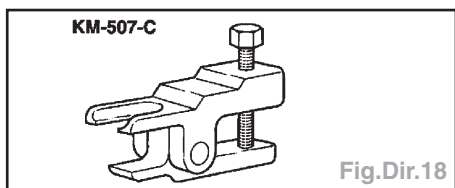

Fig.Dir.18
- Outil nécessaire (Fig.Dir.18) :